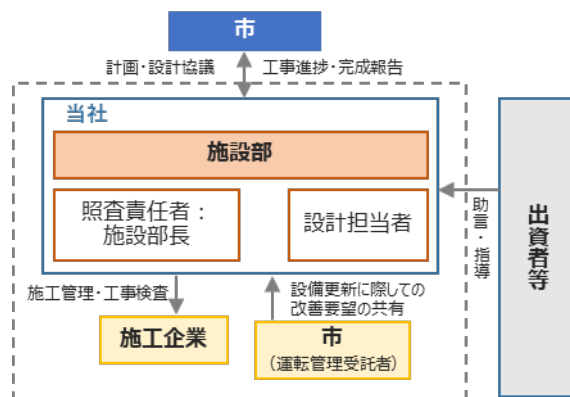
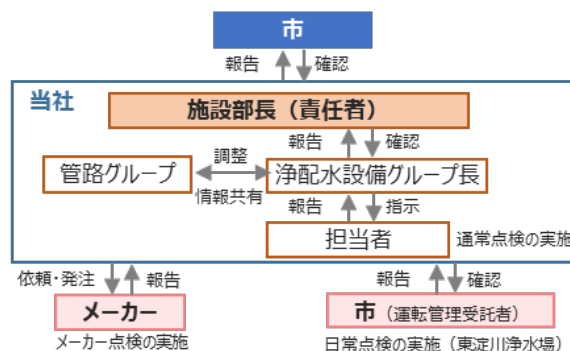

図3 設計・施工体制図
図4 保守点検体制図
- 施設管理の設計・施工業務と保守点検業務の実施体制は図3・図4のとおりです。